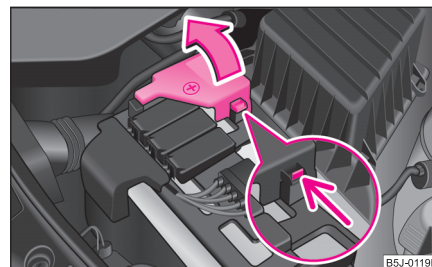

Fig. 161 Batterie:
- Débloquez le verrouillage sur le côté du pôle positif de la batterie ⇒ fig. 161.